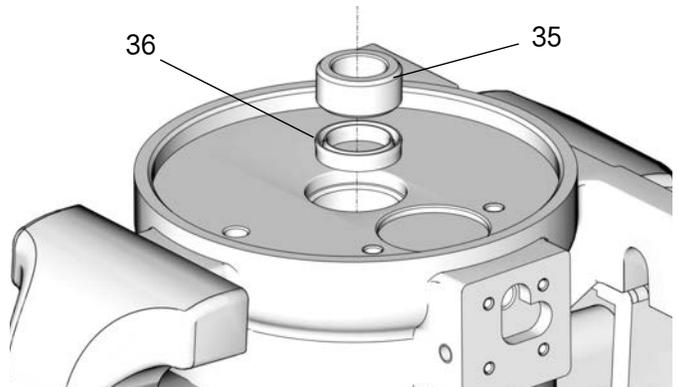

图 27
1. 安装 U 形杯密封 (36)，唇缘朝上，套管 (35) 在气缸 (3) 中 (图 27)。